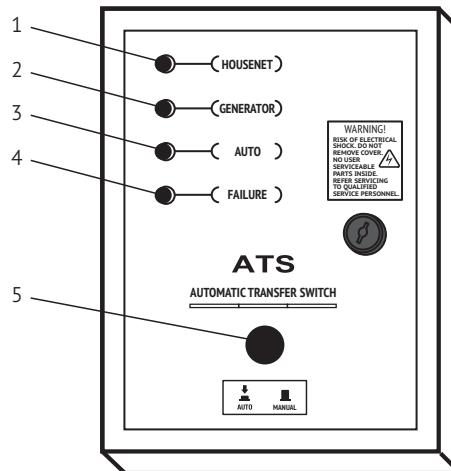

Рис.1
Сначала запустите генератор в ручном режиме с его панели, в положении Основного переключателя «ВЫКЛ-OFF» блока ATS (5) рис.1, тем самым проверив работоспособность генератора, и затем вы можете использовать режим «АВТО-AUTO» для автоматической работы системы ATS.
Переместите Основной переключатель (5) рис.1 в положение «АВТО-AUTO» на блоке ATS, система ATS будет работать автоматически и готова для последующих пусков генератора в автоматическом режиме.
В случае отсутствия подачи электроэнергии от основной сети, генератор сделает первый пуск в течение 5 секунд, при удачном пуске генератор перейдет в рабочий режим, а на многофункциональном дисплее генератора появится значение A-1. При неудачном пуске на многофункциональном дисплее появится значение F-1, а автоматический режим попытается запустить генератор снова через 5 секунд, в таком случае, во время удачного запуска со второй попытки на многофункциональном дисплее появится надпись A-2. При неудачном втором пуске на многофункциональном дисплее появится значение F-2, а автоматический режим попытается запустить генератор в третий раз через 5 секунд в таком случае, во время удачного запуска с третьей попытки на многофункциональном дисплее появится надпись A-3. После третьего неудачного пуска генератор НЕ БУДЕТ запускаться снова в автоматическом режиме, а на нижней панели индикаторе загорится индикатор «ПЕРЕГРУЗКА» (4) рис.1 («Failure»).
Если вам нужно вручную запустить генератор, поставьте основной переключатель блока ATS (5) рис.1 в положение «ВЫКЛ-OFF» и запустите генератор обычным способом.